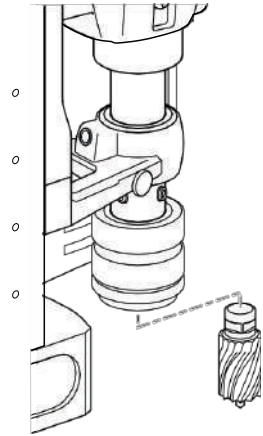

Рис. 3
- Установите в патрон сверло или фрезу (рисунок 3).